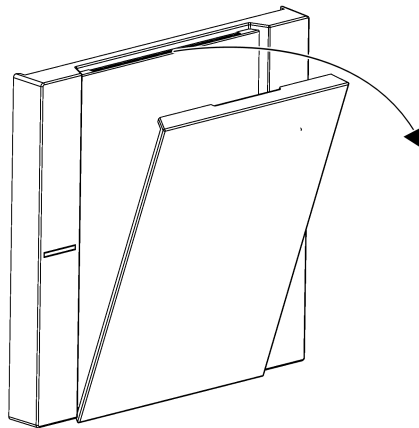

Bild 8: Beschriftungsfeldabdeckung abziehen
- Beschriftungsfeldabdeckung durch einseitiges Ziehen an der Kerbe von der Wippe abziehen (siehe Bild 8).